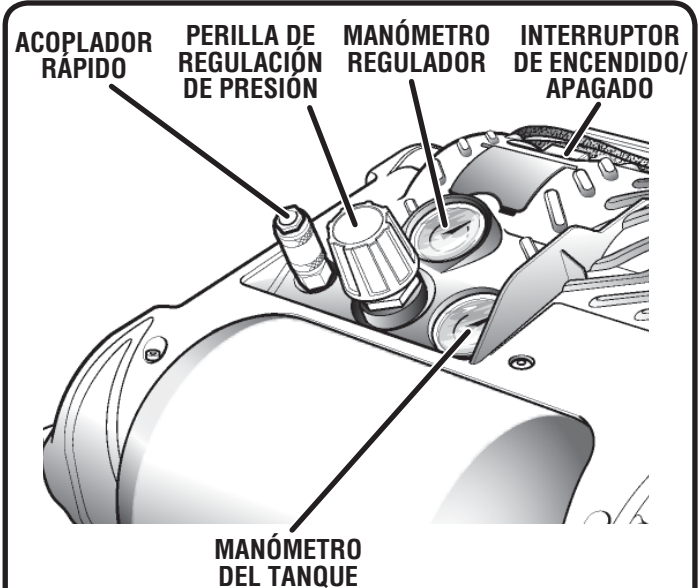

Fig. 3
- Introduzca entonces el tubo de PVC en el acoplador rápido ya conectado en el compresor (Fig. 3).